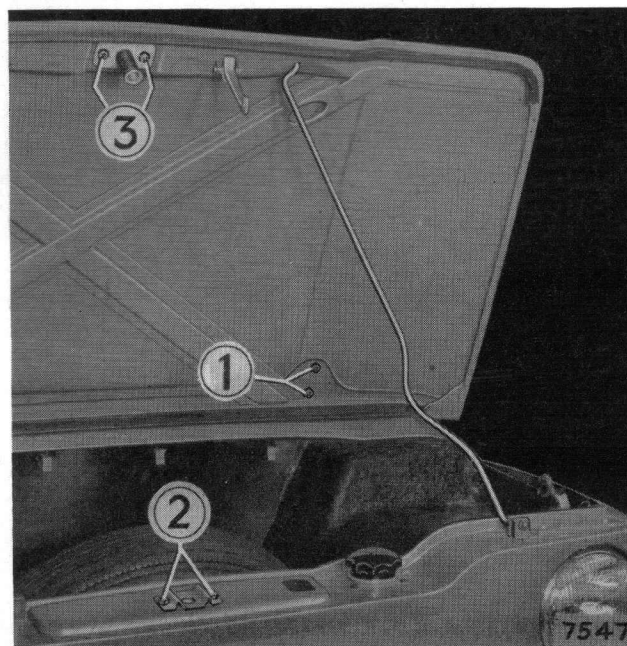

Fig. 20. Bonnet attachment
**BONNET****To remove (Fig. 20)**
**BONNET LOCK****To remove (Fig. 20)**